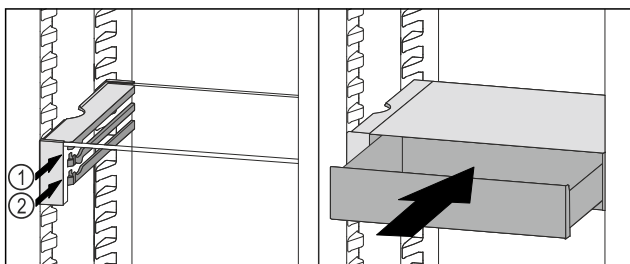

Fig. 178
- Vendosni sirtarin VarioSafe prapa ndaluesve në brinjën që dëshironi *Fig. 178 (1)* ose *Fig. 178 (2)*.